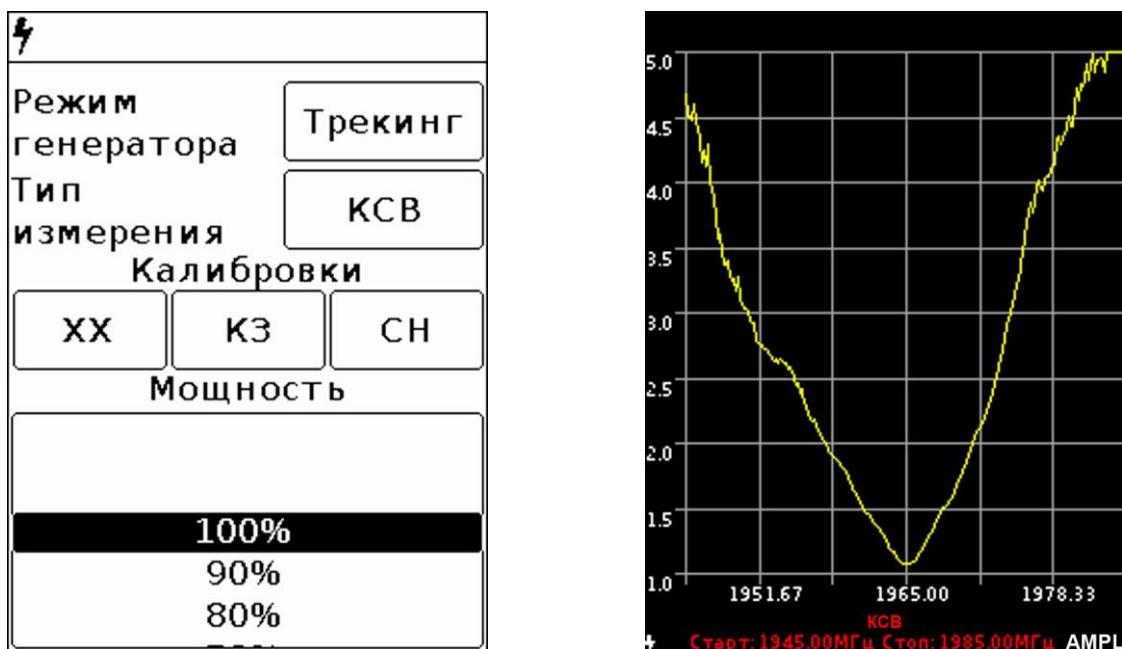

Рисунок 8.4.6 – Измерения коэффициента стоячей волны
8.4.4.1. Для измерения коэффициента стоячей волны выберите режим работы генератора «Трекинг» и тип измерения **KCB** (Рисунок 8.4.6). График будет отображен с вертикальной осью в виде числового коэффициента стоячей волны. На горизонтальной оси отображается заданный диапазон частот сигнала.